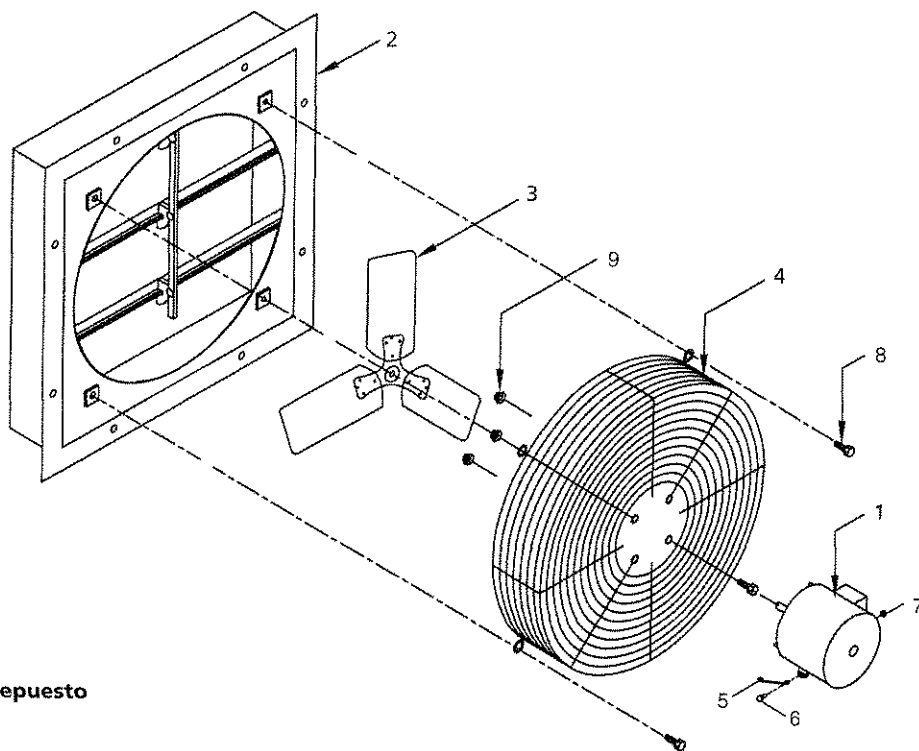

Ilustración 3 - Diagrama de las piezas de repuesto
1. Remítase a la ilustración de las piezas de repuesto (Ilustración 3).
**⚠ PRECAUCIÓN** *Si se daña la hélice, no intente repararla. Reemplácela con una pieza debidamente equilibrada (ver Ilustración 3 Referencia No. 3).*